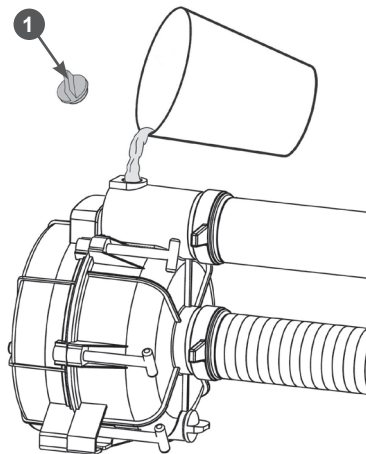

Рис. 12 Заполнение корпуса насоса водой
- Откройте пробку 1 отверстия для заливки воды в корпус насоса (Рис. 12).